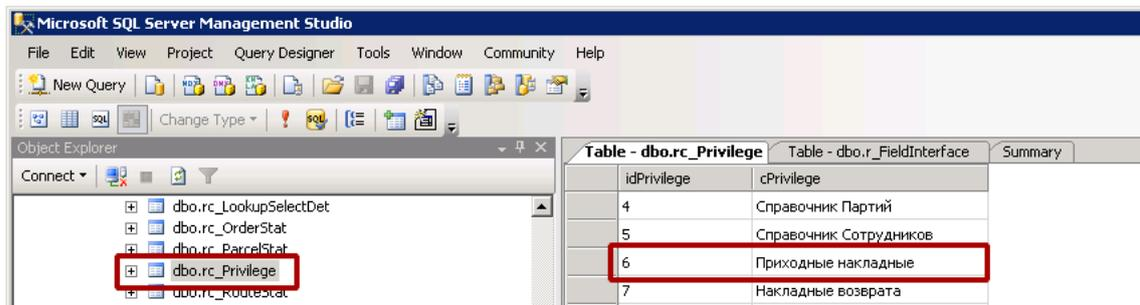

Рисунок 10.3.
- 1) В СУБД SSMS открыть таблицу «rc\_Privilege» и узнать, какой код «idPrivilege» принадлежит тому или иному праву из модуля ПК-Клиента «Администратор – Оператор» Например, для права (и соответственно модуля системы) «Приходные накладные» код idPrivilege = 6 (рис. 10.3);